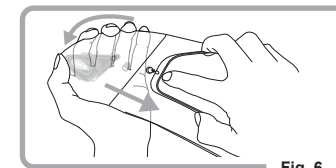

Fig. 6
2. Retirez le film antibuée Pinlock® Original Insert Lens des broches excentriques en courbant la visière. (Fig. 6)